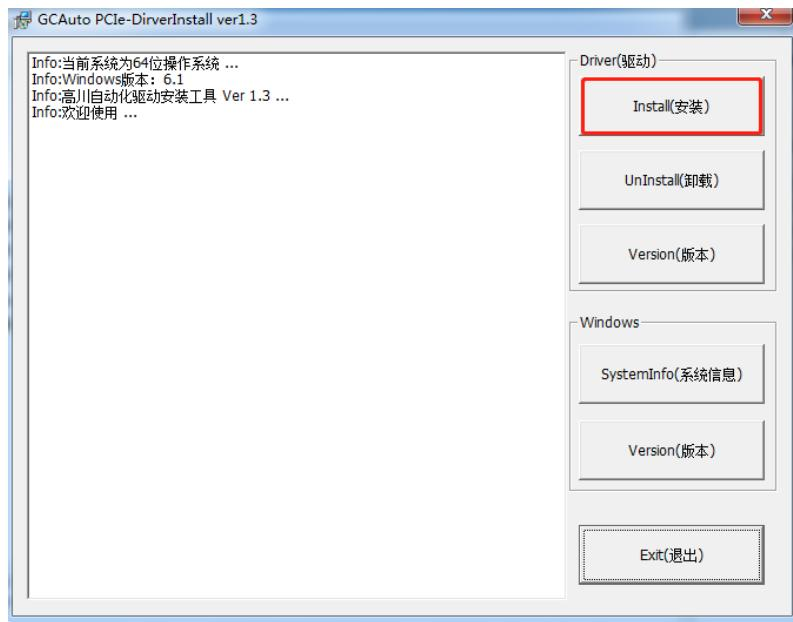

图 2.2.1 驱动安装界面
(1) 电脑关机状态插上 PCIE 卡, 开机后, 打开路径 “PCIE 系列光盘资料 2022\驱动工具\高川 PCIE 卡驱动安装管理工具” 双击 DriverInstall.exe 如图 2.2.1 驱动安装界面;